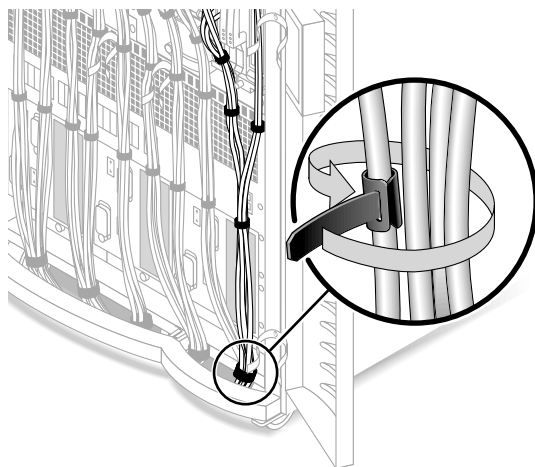

図 7 SC0 およびスロット SB0 のケーブル (正面)
8. システムの底部で、隣接する 2 組の束をまとめて、その束のいずれかのケーブルに、25.4 cm (10.0 インチ) の黒のケーブルストラップ (No. 5) をストラップの差し込み口に差し込んで固定します (図 7)。